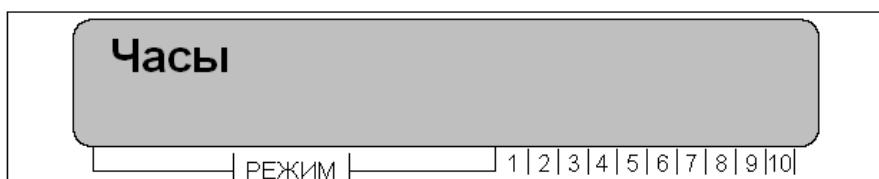

Рисунок 12
- осуществить вход в режим **«Часы»** клавишей **«ВВОД»**, рисунок 12;